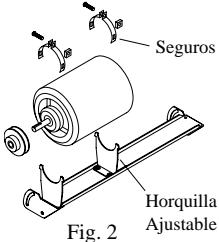

Fig. 2
- **Monte el motor.** Instale el motor del ventilador en las horquillas de la montura. Ajuste la horquilla ajustable si es necesario y sujetelo el motor con los seguros (véase fig. 2).